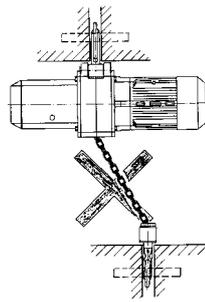

Abb. 5
- Schrägzug, d.h. seitliche Belastung auf das Gehäuse oder Unterflasche vermeiden (s. Abb. 5).